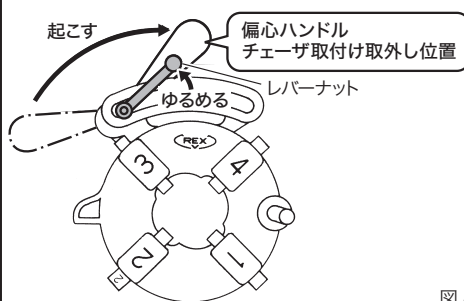
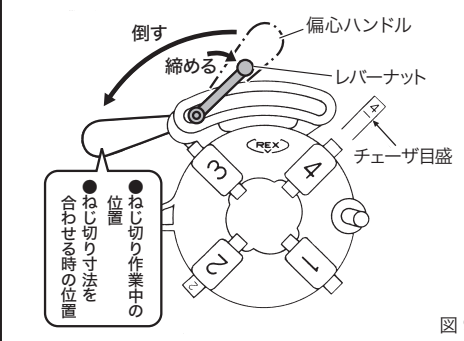

図 8
図 9
a. チェーザの取外し方 (図 8)
- ①偏心ハンドルを図の方向に起こしてレバーナットをゆるめ、偏心ハンドル部を左端いっぱいの位置までよせてください。これで 3 番と 4 番のチェーザが取り外れます。
- ②次にダイヘッドをを起こすと 1 番と 2 番のチェーザが取り外れます。
b. チェーザの取付け方 (図 9)
- ①ダイヘッドをチェーザを取り外した状態にします。
- ②ダイヘッドの 3 番と 4 番の溝番号に同じ番号のチェーザをチェーザノッチにはまり込むまで差し込んでください。
- ③次にダイヘッドをを起こして 1 番と 2 番のチェーザを同じ溝番号に差し込んでください。